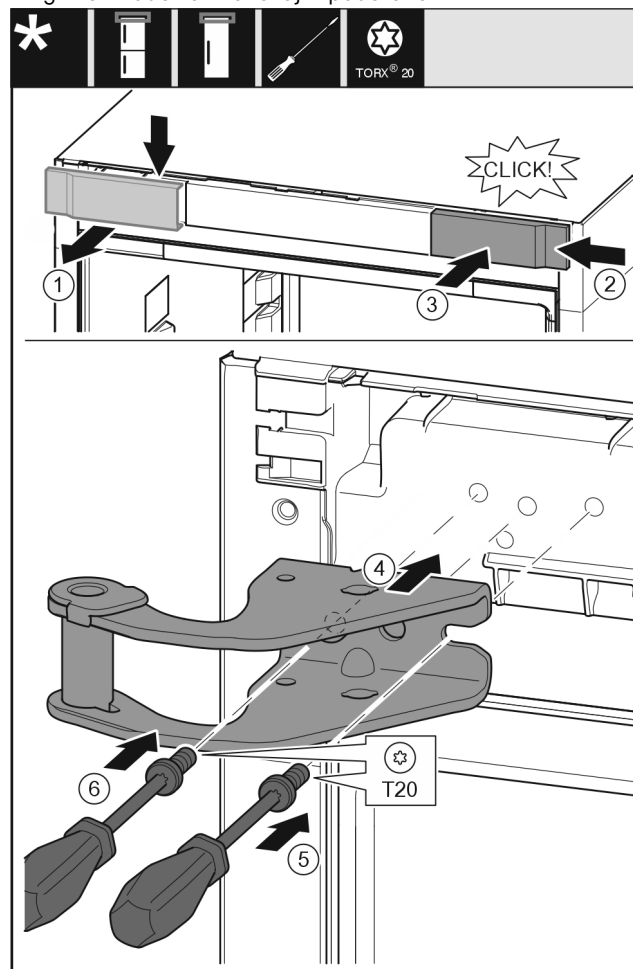

Fig. 15
- ▶ Snemite pokrov Fig. 15 (1) od zgoraj v smeri naprej.
- ▶ Pokrov Fig. 15 (2), obrnjen za 180°, namestite na drugo stran z desne strani.
- ▶ Zaskočite pokrov Fig. 15 (3).
- ▶ Pristavite zgornji ležajni podstavek Fig. 15 (4).
- ▶ Nastavite vijak Fig. 15 (5) z izvijačem in ga zategnite.
- ▶ Nastavite vijak Fig. 15 (6) z izvijačem in ga zategnite.